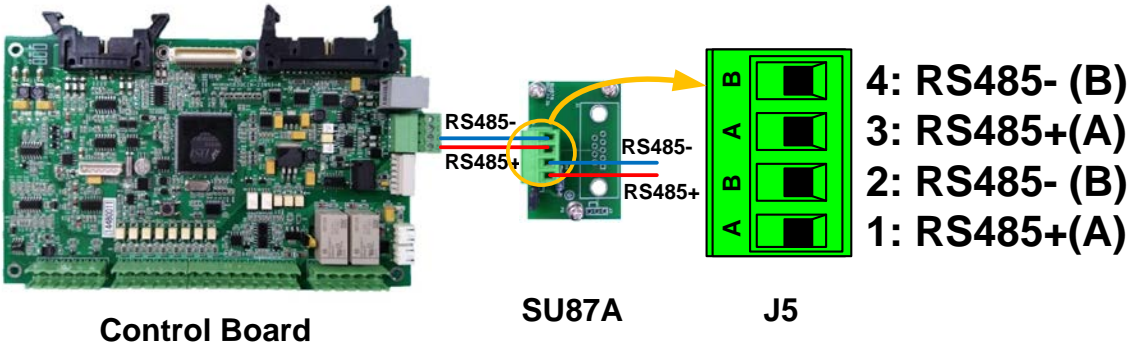

图 1.1-2 小容量 NV变频器的通信接线
5.5~22Kw小容量变频器需要通过扩展板(SU87A)和PLC连接。如图1.1-2从控制板的J13连接器出来的线与SU87A板的J5连接器（4Pin female）连接，从其余的Pin通过外部线连接PLC。J5连接器的1,3Pin使用RS485+(Aout)，2,4Pin使用RS485-(Bout)。